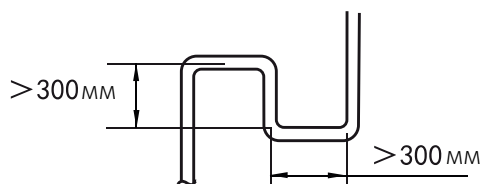

Рис. 5-2
- Если наружный блок расположен выше 20 м от указанных ранее мест, рекомендуется через каждые 10 м трубы газовой линии основной магистрали устанавливать маслоподъемную петлю. Параметры маслоподъемной петли приведены на рис. 5-2.
Название трубы	Обозначение (см. рис. 5-2)
1. Суммарная производительность подключенных к главной трубе (L1 на рис.5-2) наружных блоков составляет $10 + 8 + 8 = 26$ HP. Согласно табл. 5-5, требуемые диаметры трубы газовой линии/жидкостной трубы $\varnothing 38,1/\varnothing 22,2$. Суммарная производительность внутренних блоков $56 \times 3 + 71 \times 6 + 112 = 706$. Исходя из табл. 5-4, необходимые диаметры труб газовой линии/жидкостных труб равны $\varnothing 38,1/\varnothing 19,1$. Выбирая большие значения, находим окончательные диаметры трубы газовой линии/жидкостной трубы равными $\varnothing 38,1/\varnothing 22,2$.